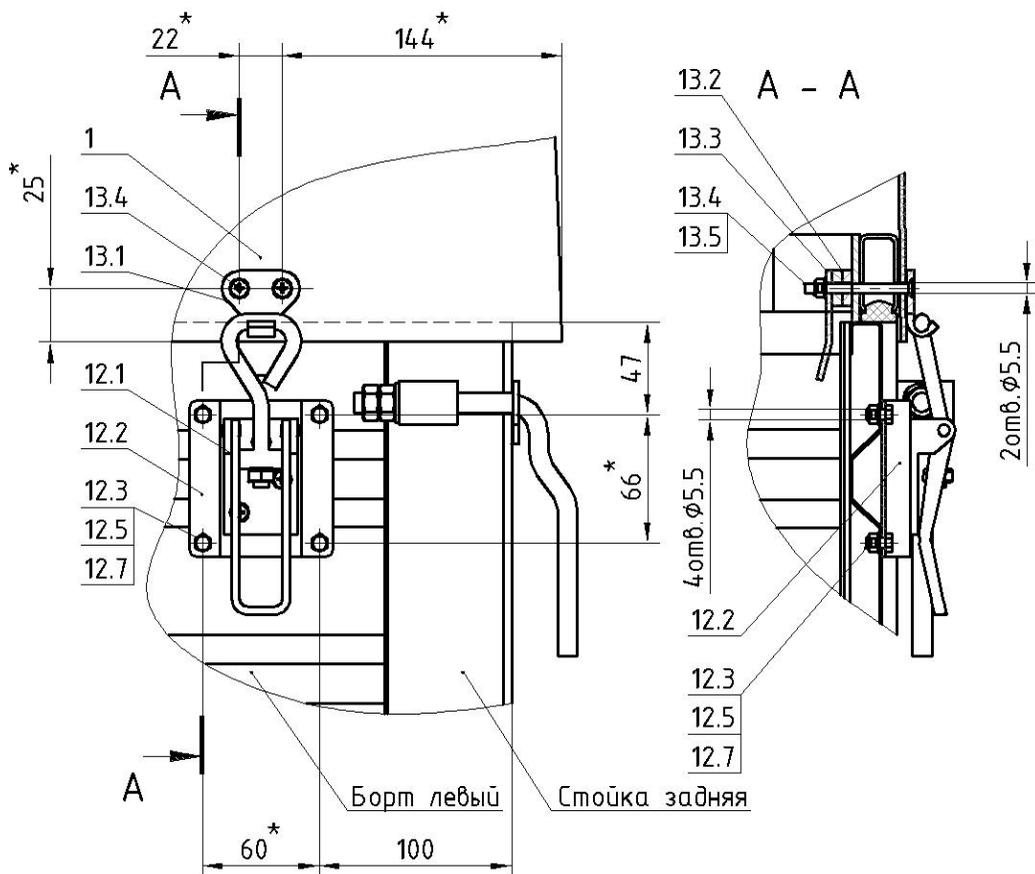

Рисунок 3.
17. Просверлить отверстия  $\varnothing 5\text{мм}$  под замки 12, используя подставку замка 12.2 как шаблон, на расстоянии 100мм от задней стойки и 47мм от верхнего края борта (рис. 3).
22. Установить в соответствующем порядке (рис. 3, сечение А-А) винты 13.4, крючок 13.1, проставочные пластины 13.2 и ловушку 13.3.